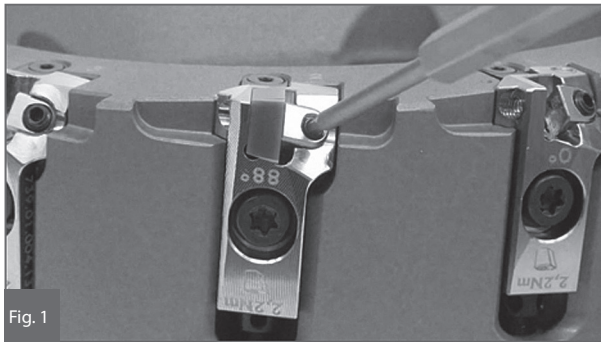
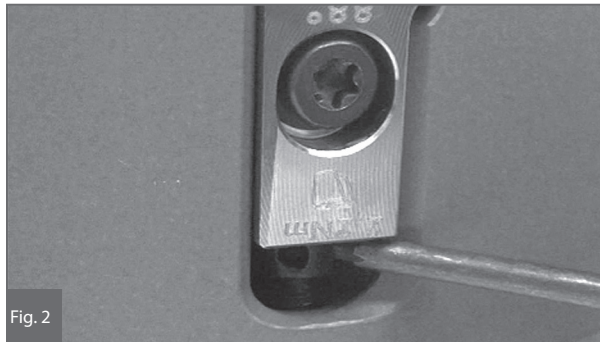

Fig. 1
Fig. 2
- ① カートリッジにチップを装着する (締付トルク: 2.2N・m) [Fig. 1]
- ② カートリッジフランジねじを緩め、軽く締める (仮締め)
- ③ 88°仕上げカートリッジの刃先高さ調整を行う
1. カッタ側面の調整ねじを使い、全ての刃先を同じ高さに調整 (5 μ m以内目安) [Fig. 2]